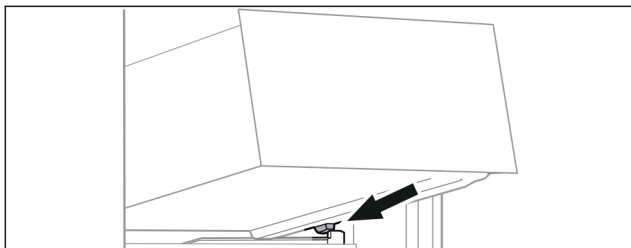

Fig. 92
- Stavite ladicu ukoso iza zaustavljača na žlijeb spremnika. (pogledajte Fig. 92)